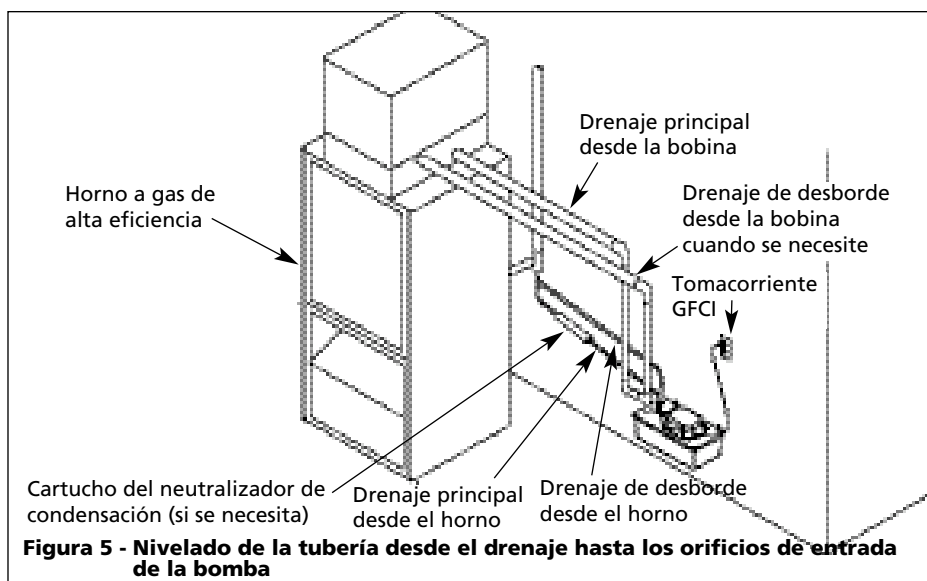

Figura 5 - Nivelado de la tubería desde el drenaje hasta los orificios de entrada de la bomba
- Nivele el caño flexible o la tubería desde el drenaje del condensador, y desde el drenaje del horno (si corresponde), hasta los orificios de entrada en la bomba. Consulte la Figura 5.